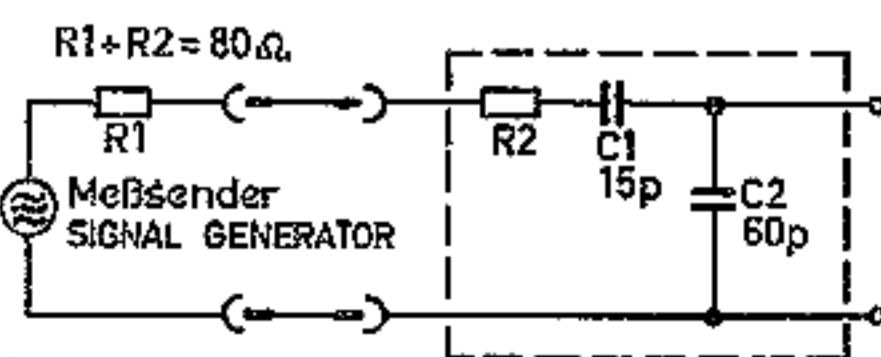

Fig. 1
- Jetzt Empfänger in die Autohalterung einschließen. Meßsender über künstliche Antenne (Fig. 1) an Antennenbuchse legen. Antennen-trimmer (C 804) in der Autohalterung in Mittelstellung bringen.
Jetzt Empfänger in die Autohalterung einschließen. Meßsender über künstliche Antenne (Fig. 1) an Antennenbuchse legen. Antennen-trimmer (C 804) in der Autohalterung in Mittelstellung bringen.
- Now insert the receiver in the car adapter mount. Connect signal generator to antenna socket through dummy antenna (Fig. 1). Turn antenna trimmer (C 804) in the car adapter mount to its center position.